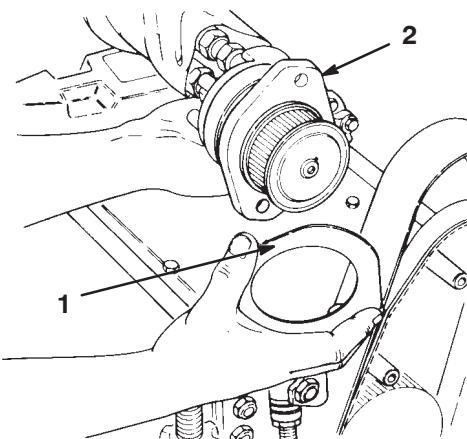

Figure 10
2. Mettez le couvercle d'expédition au rebut et posez la protection du plateau d' entraînement sur la bride du moteur d' entraînement du cylindre (Fig. 10). La partie la plus large de la protection doit se trouver en haut.